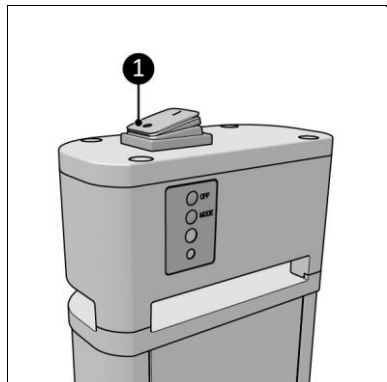

Figure 8
4. Assurez-vous que le commutateur de marche/arrêt se trouve en position d'arrêt (Figure 8, pos. 1).
1. Assurez-vous que le commutateur de marche/arrêt se trouve en position d'arrêt (Figure 8, pos. 1).